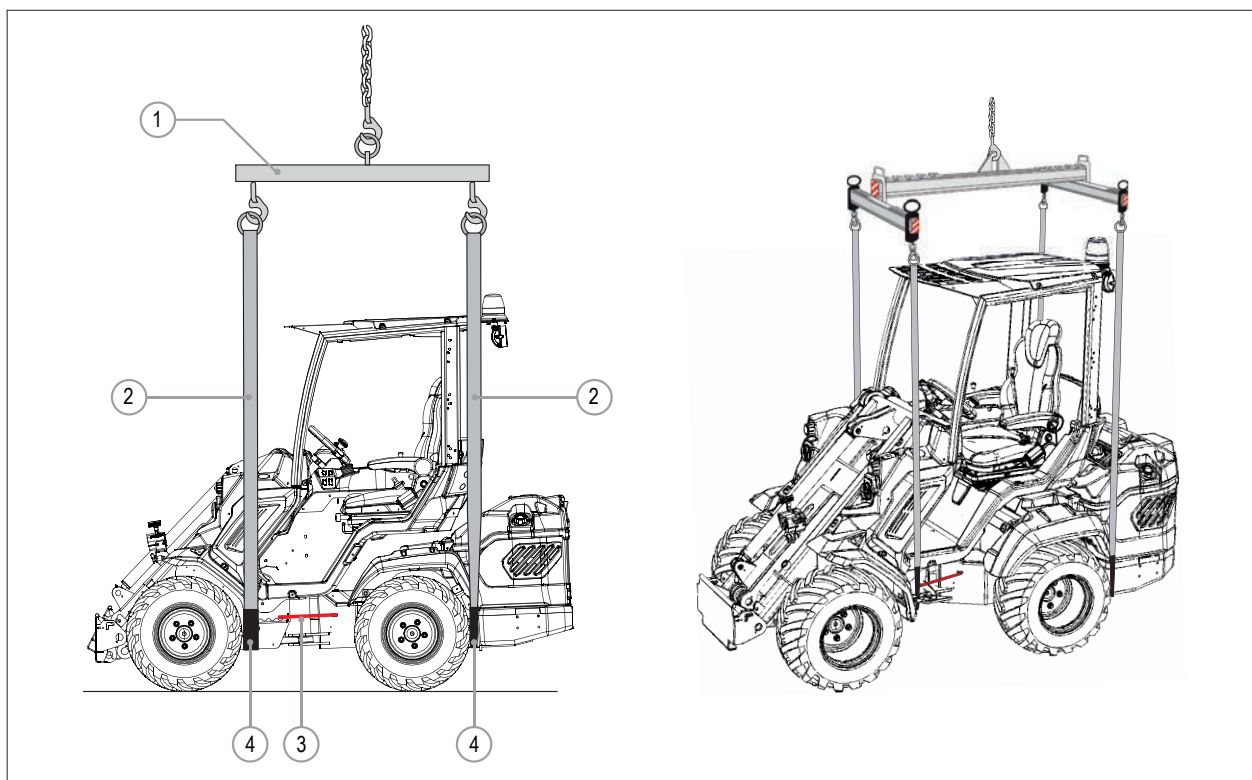

РИС. 18
- 2) Установите кронштейн блокировки шарнирного соединения (РИС. 18 - Сс. 3) (см. пар. 5.2.1).
- 3) Используйте подъемную балку (РИС. 18 - Сс. 1) соответствующей грузоподъемности и назначения.
- 4) Проденьте подъемные стропы (РИС. 18 - Сс. 2) под машиной, как показано на рисунке. Используйте противоскользкие защитные рукава строп (РИС. 18 - Сс. 4), чтобы не повредить ремни. Не используйте точки крепления машины для фиксации ремней. Чтобы предотвратить повреждение машины при подъеме, убедитесь, что подъемные стропы ни в какой точке не прикасаются к машине.